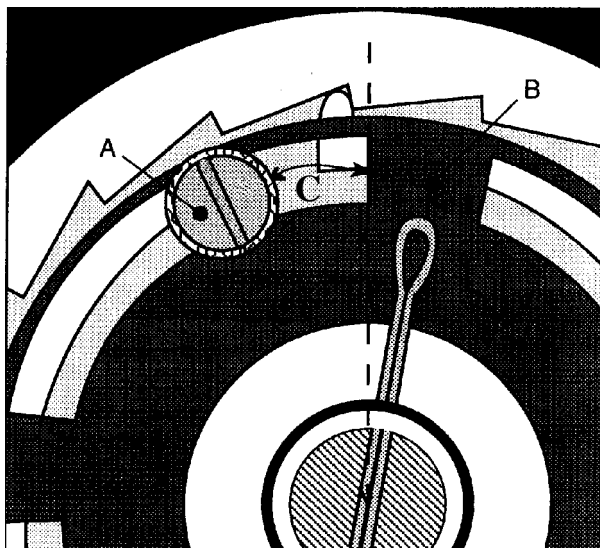

fig. 2.
A) Desserrer les 4 vis marquées "A", de façon à ce que la partie "B" puisse être tournée pour régler l'espace "C" (fig. 2).
**Rack rév./fix./eau 10,5 +/- 0,5 mm (fig. 2.)**